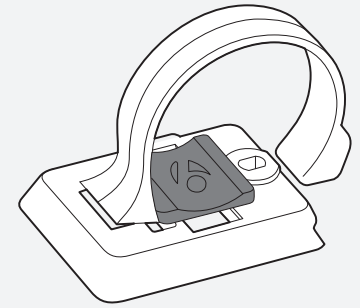

Abbildung 13: In Computersockel eingesetztes Polster.
4. Setzen Sie das Gummipolster mit Logo in die Rückseite des Computersockels ein (Abb. 13).